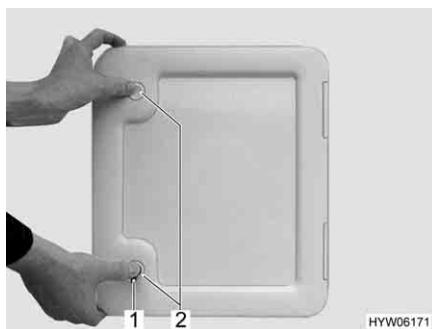

Fig. 16 Sportello per serbatoio fecale/gavone
- Inserire la chiave nel cilindro della serratura a pressione (Fig. 16,1) e ruotare di un quarto di giro.
- Premere contemporaneamente con i pollici entrambe le serrature a pressione (Fig. 16,2) e aprire lo sportello del serbatoio fecale.
- Inserire la chiave nel cilindro della serratura (Fig. 16,1) e ruotare di un quarto di giro.